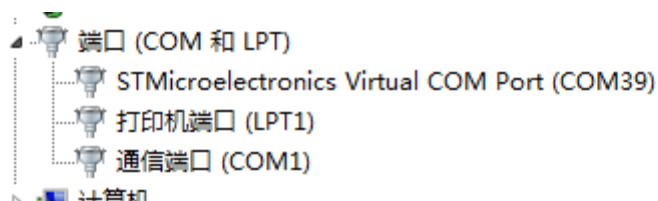

图 1.6 成功安装虚拟串口
④ USB 连接四轴或遥控器，在设备管理→端口可以看到如下图 1.6 所示。